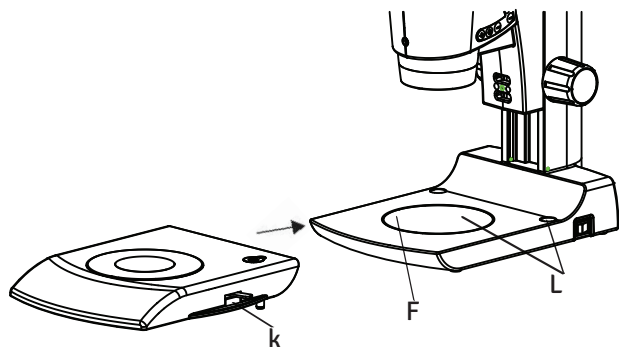

Fig.5
1. Saque de la base la placa de muestras blanca y negra presionando la placa como se aprecia en la fig. 5.
2. Coloque la base de campo oscuro suavemente sobre la base de Luxeo 6z haciendo coincidir los pasadores guía de la base del campo oscuro (K) con los pasadores guía (L). Consulte la fig. 5.
3. El conector macho de 9 pines situado bajo la base del campo oscuro se conectará automáticamente con la entrada hembra de 9 pins (F) mientras se levanta el disco suavemente sobre la base del Luxeo 6z. Consulte las fig. 5 y 6.